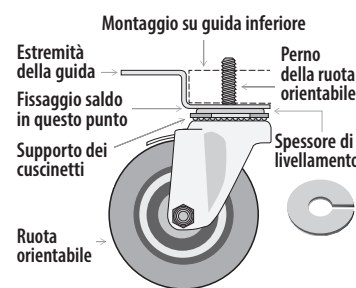

Fig. 7. Schema ruota orientabile.
3. Infilare le ruote orientabili nella guida del telaio o sul fondo dell'apparecchio. Vedere fig. 7 e 8.